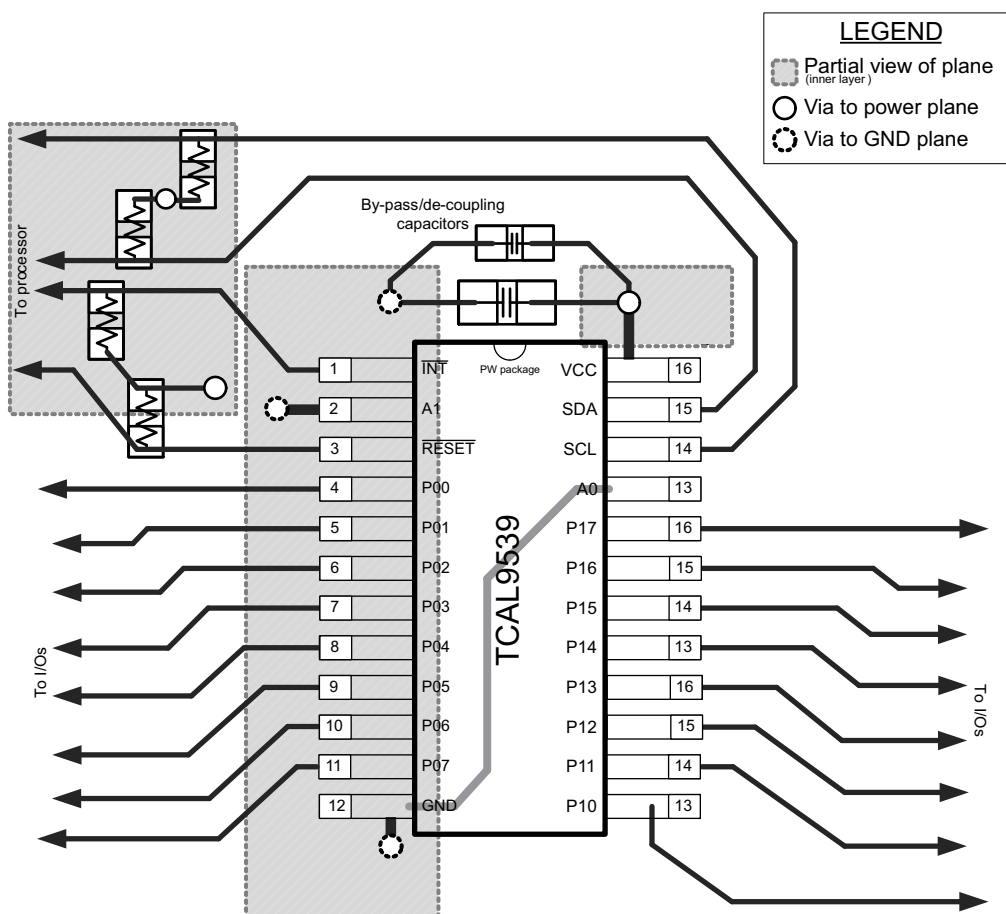

图 8-10. TCAL9539R 布局
在所有 PCB 布局中，最佳实践是避免信号布线呈直角，在离开集成电路 (IC) 附近时让信号布线呈扇形彼此散开，并使用较粗的布线来承载通常会经过电源和接地布线的更大的电流。旁路电容器和去耦电容器通常用于控制电源引脚上的电压，使用较大的电容器可在发生短暂电源干扰时提供额外电能，使用较小的电容器则能滤除高频纹波。这些电容器应尽可能靠近 TCAL9539R。图 8-10 中展示了这些最佳实践。
对于图 8-10 中提供的布局示例，可以将顶层用于信号布线，将底层用作电源和地 (GND) 的分割平面，从而打造只有 2 层的 PCB。但是，对于信号布线密度更大的电路板，最好使用 4 层电路板。在 4 层 PCB 上，通常在顶层和底层上进行信号布线，将一个内部层专门用作接地平面，并将另一个内部层专门用作电源平面。在使用平面或分割平面作为电源和接地平面的电路板布局布线中，通孔直接放置在需要连接到电源或 GND 的表面贴装元件焊盘旁边，并且通孔以电气方式连接到内部层或电路板的另一侧。如果需要将信号走线排布到电路板的另一侧，也要使用通孔，但图 8-10 中未演示该技术。